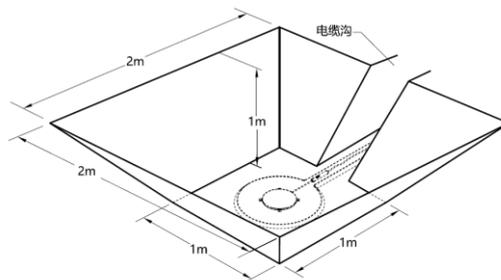

图 2-1 坑槽开挖尺寸示意图
1) 为达到最好的土体压力监测质量,BGK4800 型土压力计应在土体回填至超过设计高程 1m 并碾压压实后进行安装。首先在待安装区域开挖如图 2-1 所示尺寸的坑槽,底部形成长宽不小于 1m 的安装基面,同时预留宽度 30cm 的电缆沟。